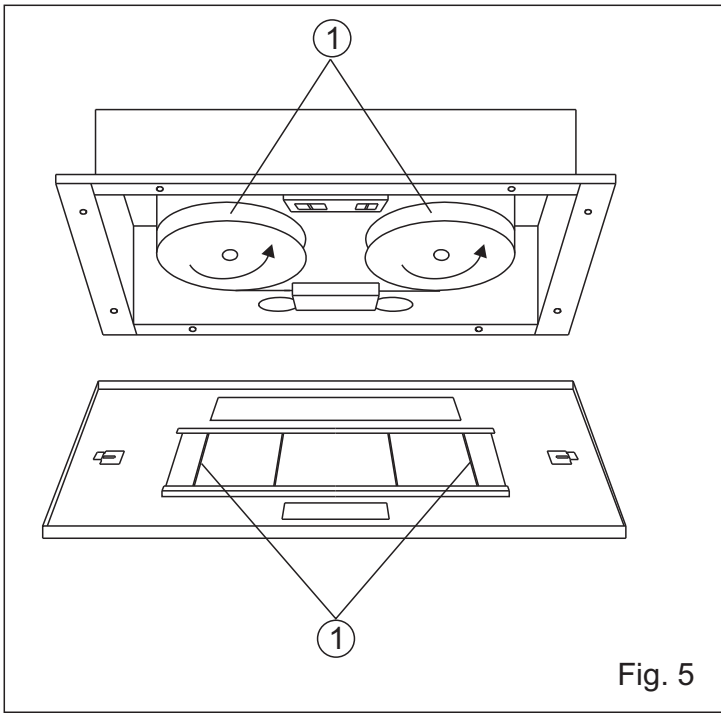
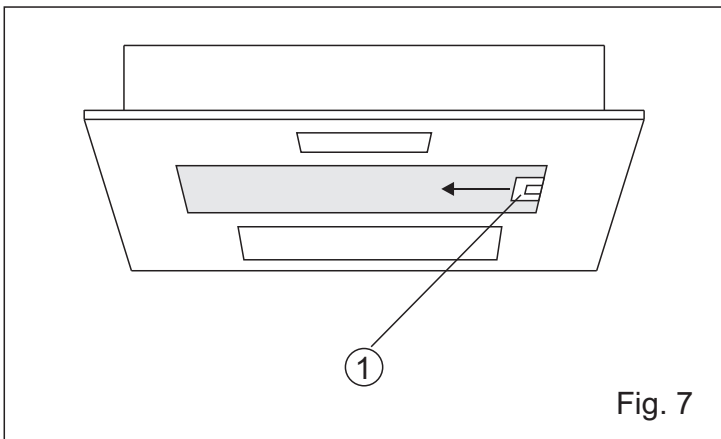

Fig. 5
Fig. 7
2. Sganciare i ferri fermafiltro (Fig. 5/1) e togliere il filtro per grassi. Per alcuni modelli dotati di filtro alluminio con maniglia (Fig. 7/1) è sufficiente tirare la stessa verso l'interno e sganciare.
3. Per sostituire il filtro carbone è sufficiente ruotarlo in senso antiorario (Fig. 5/2).
2. Take off the filter retainings (Fig. 5/1) and after this the grease filter. For the models which are fitted with an aluminium grease filter-box it is necessary to push the handle inwards and pull down the filter-box (Fig. 7/1).